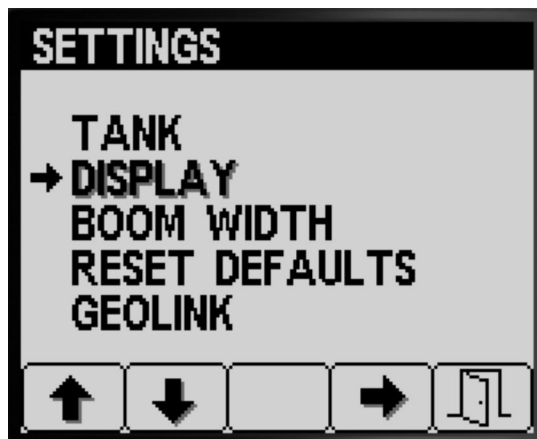

Рисунок 16
1. Нажмите кнопку 1 или 2, чтобы перейти к пункту DISPLAY (ДИСПЛЕЙ) (Рисунок 16).
2. Нажмите кнопку 4 для выбора подменю DISPLAY (ДИСПЛЕЙ) (Рисунок 16).